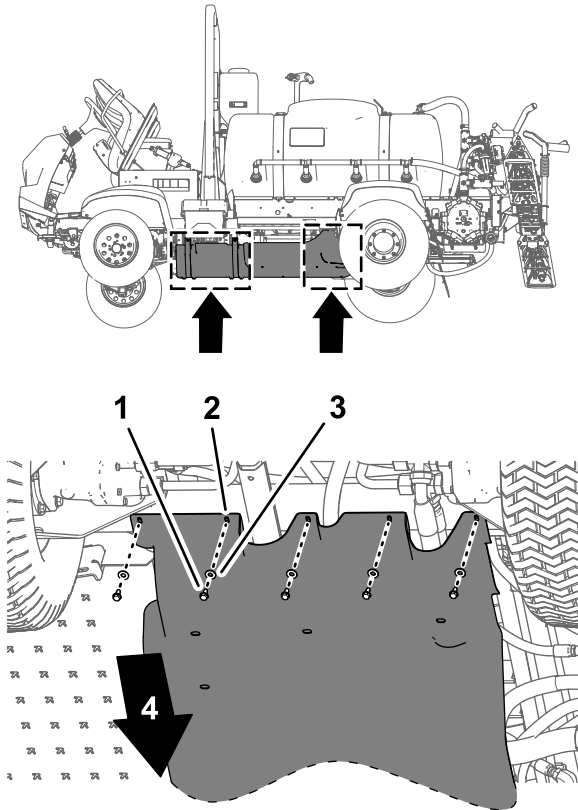
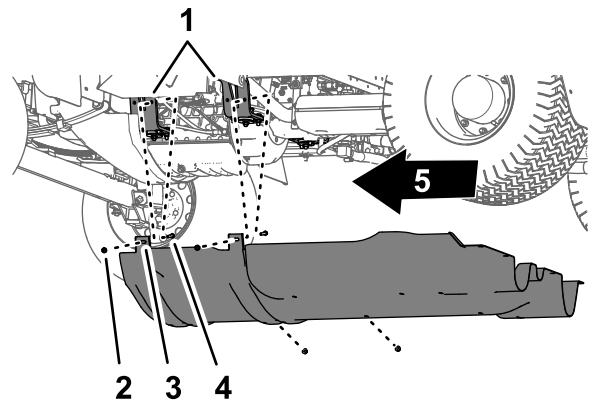

图 59
图 60
1. 拆下将起落架保护罩后部固定至机器底盘上的 5 个凸缘头螺栓 5/16 x 7/8 英寸和 7 个垫圈 5/16 英寸 图 59。
2. 从将起落架保护罩安装凸耳固定至机器发动机安装支架上的螺栓和起落架螺栓拧下 4 个凸缘锁紧螺母 5/16 英寸 图 60。
4. 从机器上拆下底盘保护罩 图 59 和 图 60。
1. 将起落架保护罩与机器的底部机箱对齐请参阅 拆下底盘保护罩 \(页码 40\) 的 图 60。
2. 将起落架保护罩的安装凸耳滑动到机器发动机安装支架上的螺栓和托架螺栓上方请参阅 拆下底盘保护罩 \(页码 40\) 中的 图 60。
3. 使用在 拆下底盘保护罩 \(页码 40\) 的步骤 2 中卸下的 4 个凸缘锁紧螺母 5/16 英寸将起落架保护罩安装到发动机安装支架上 图 60。
4. 将起落架保护罩后部的孔与机箱上的孔对齐请参阅 拆下底盘保护罩 \(页码 40\) 中的 图 59。
5. 使用在 拆下底盘保护罩 \(页码 40\) 的步骤 1 中卸下的 5 个凸缘头螺栓 5/16 x 7/8 英寸和 5 个垫圈 5/16 英寸将起落架保护罩的后部安装到机箱上 图 59。